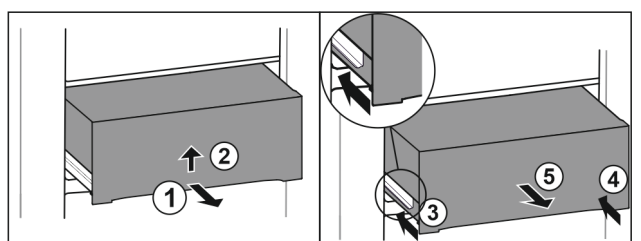

Fig. 33
- ▶ Schubfach halb herausziehen. Fig. 33 (1)
- ▶ Schubfach an der Unterseite anheben. Fig. 33 (2)
- ▶ Linke Schiene einschieben. Fig. 33 (3)
- ▶ Rechte Schiene einschieben. Fig. 33 (4)
- ▶ Schubfach nach vorne entnehmen. Fig. 33 (5)